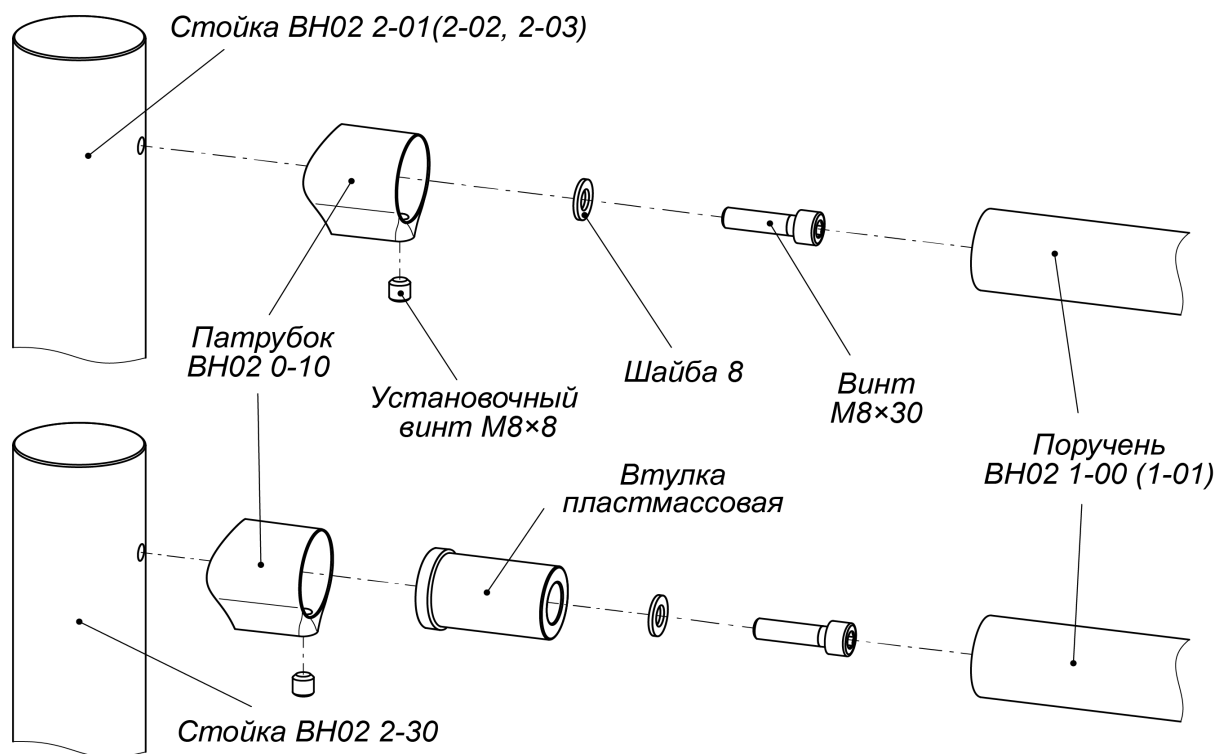

Рисунок 8. Схема крепления поручней к стойкам ограждения с использованием прямого патрубка ВН02 0-10
2. На стойках секции закрепите винтами М8×30 патрубки **BH02 0-10(11)** для крепления поручней (см. рис. 8, 9). Винты входят в комплект поставки патрубков.
2. На обеих стойках секции **BH02 2-30** соберите патрубки **BH02 0-10** для крепления поручней, предварительно вставив в них втулки пластмассовые из комплекта поставки стоек (см. рис. 8), и закрепите их на стойках винтами М8×30 из комплекта поставки патрубков. Поручни в патрубки устанавливаются позже.